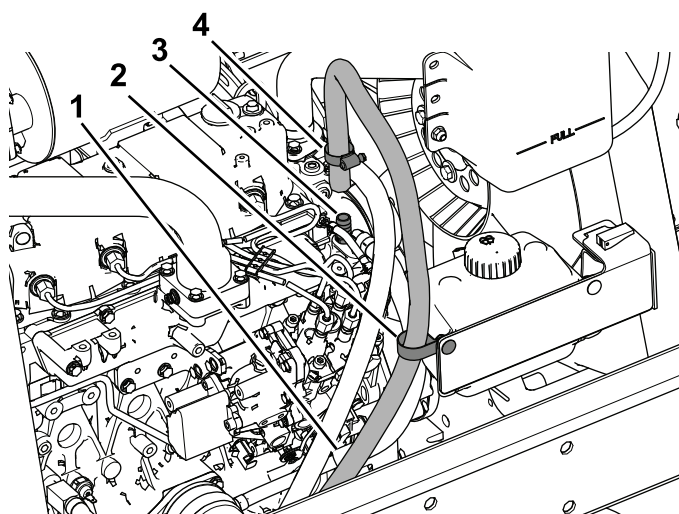

Figura 40
6. Fate scorrere la fascetta stringitubo sul flessibile di ritorno e poi inserite il flessibile sopra il raccordo (3/8 NPT x 0,625 dentellato) come illustrato nella Figura 40.